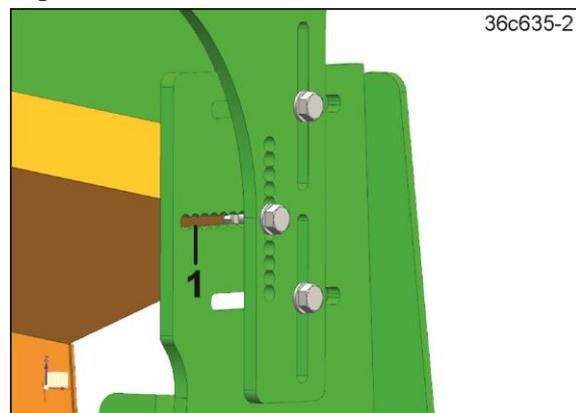

Fig. 502
- verstellen Sie die Transportaufnahme im horizontalen Langloch (Fig. 502/1) oder